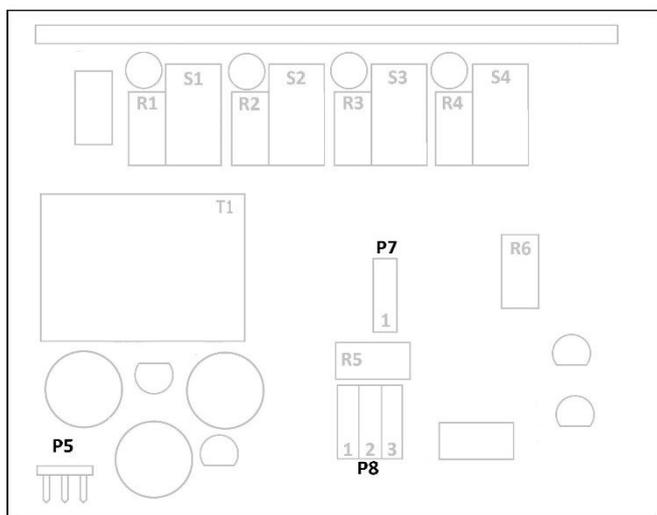

Рис. 1 Расположение регулировочных элементов, плата преобразователя
1.1. Преобразователь предназначен для установки в электрические исполнительные механизмы с целью преобразования положения выходного органа механизма в пропорциональный электрический сигнал и сигнализации или блокирования в крайних или промежуточных положениях выходного органа, а также управления положением выходного органа механизма от входного управляющего сигнала. Для визуального определения положения выходного органа механизмов фланцевого исполнения конструкция ППТ-3-2М изготовлена с цифровым указателем положения в %, который подключается к разъему Р5 рисунок 1.